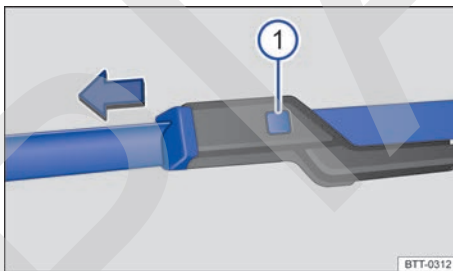

Fig. 96 Cambio de las escobillas limpiacristales del parabrisas.
- Mantenga presionada la tecla de desbloqueo → fig. 96 ① y tire al mismo tiempo de la escobilla en el sentido que indica la flecha.